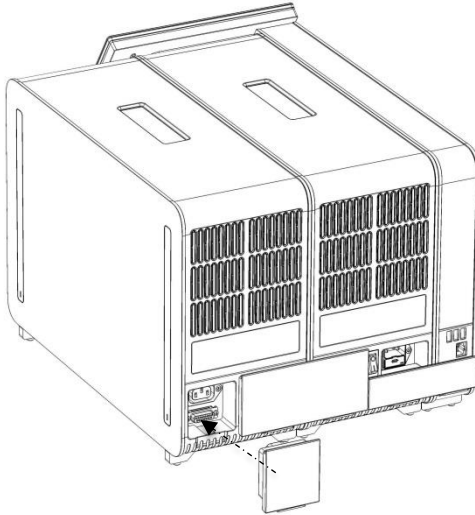

Abbildung 16: Verbinden des Abschlussstücks
7. Verbinden Sie das Abschlussstück mit dem Analysemodul an dessen Rückseite (Abbildung 16).